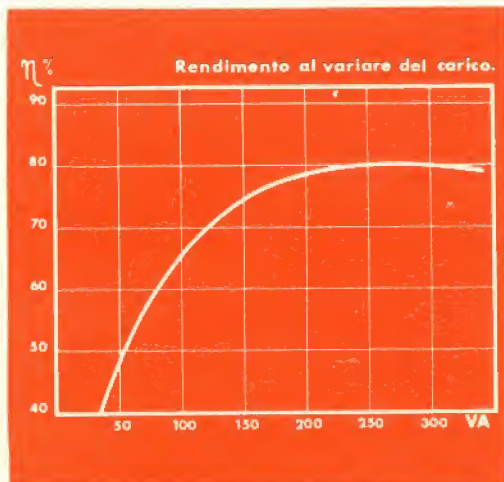

Fig. 3 - Il grafico si riferisce al mod. H/602.
g) Il rendimento, inteso come rapporto espresso in percentuale tra la potenza di ingresso e di uscita, viene influenzato oltre che dalle perdite proprie del trasformatore anche dalla potenza spesa per la commutazione dei transistori e della potenza dissipata nei transistori stessi. Il rendimento è massimo alla potenza massima di uscita; diminuisce per potenze di uscite inferiori. (Vedi fig. 3).